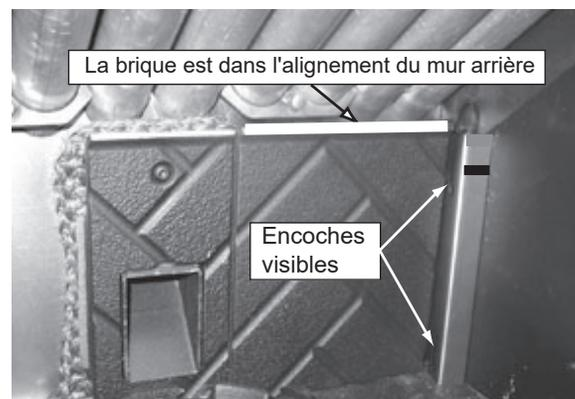

Figure 27.5
2. La brique affleure la paroi arrière et les encoches du support latéral sont visibles. **Figure 27.5.**
6. Le déflecteur ne recouvre par entièrement le dessus de la boîte à feu. L'ouverture gauche est illustrée à la **Figure 27.5.**